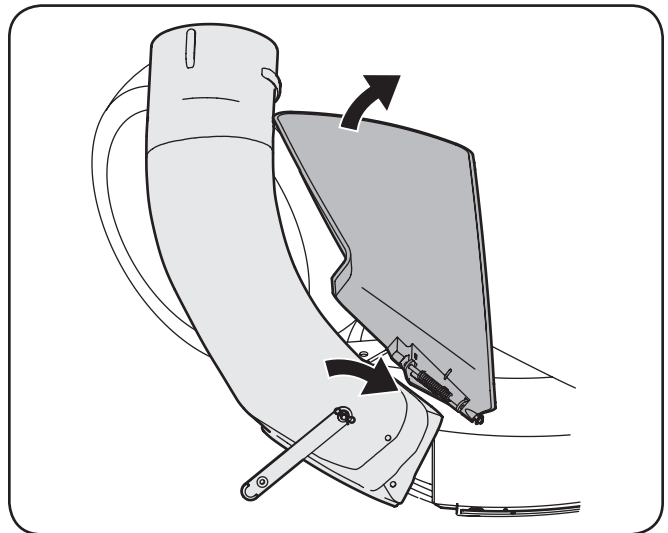

Figure 4-21
11. Avec la goulotte d'éjection du tracteur soulevée et maintenue ouverte, installez le coude de la goulotte sur l'ouverture de la goulotte en plaçant le dessus, le bord arrière du coude de la goulotte sur l'arrière de l'ouverture de la plate-forme, pivotant ensuite le coude de la goulotte vers le bas et au-dessus de l'ouverture de la goulotte. Consultez la Figure 4-21.